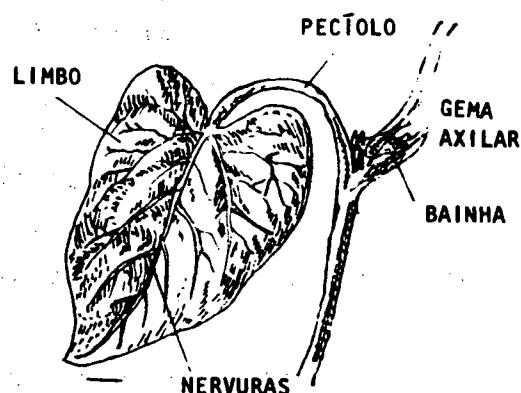

Fig. 13
Este órgão de elaboração da planta se compõe de limbo, pecíolo, bainha e nervuras (fig. 13).
- *simples*; possuem só um limbo, com ou sem pecíolo. (figs. 13 e 14).
- *o inteiro* (figs. 13 e 14) e